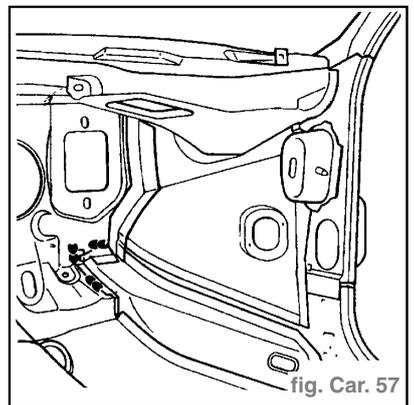

fig. Car. 57
• Liaison avec tablier (fig. Car. 57)